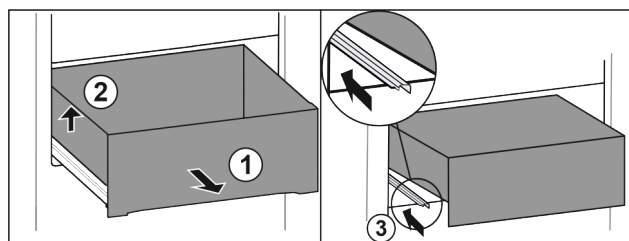

Fig. 14
- ▶ Schubfach vollständig herausziehen Fig. 14 (1).
- ▶ Schubfach links anheben Fig. 14 (2).
- ▶ Linke Schiene einschieben Fig. 14 (3).